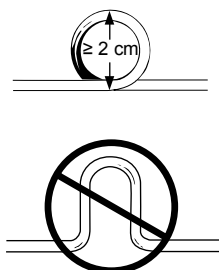

Figur 6. Elektroder med öglor (inga konnektorskydd).
1. Utan att elektroden rubbas ur sitt läge skapas på varje elektrod en ögla för att minska påfrestningen, genom att en slinga görs nära elektrodplattan (Figur 6).